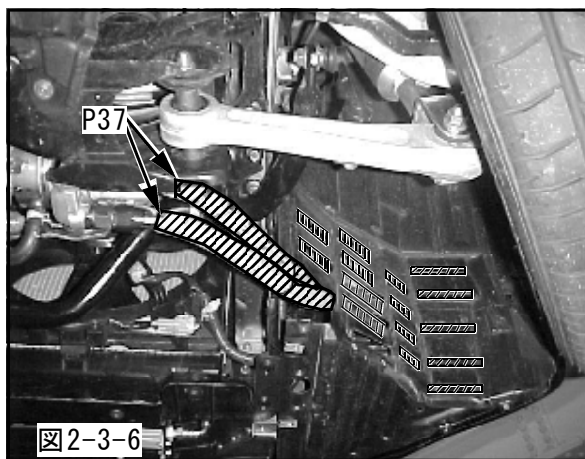

図2-3-6
- (11) インナフェンダの図の斜線部を穴開け加工してください。(図2-3-6)
- (12) インナフェンダとオイルクーラホースNo.1, No.2が干渉する部分を切取ってください。